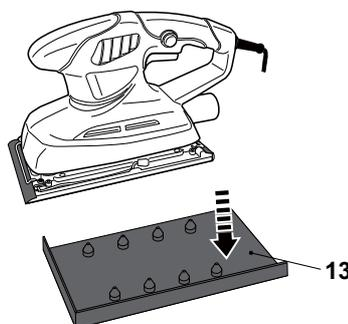

Fig. 8
- > Enfoncez le produit sur le perforateur (13) (Fig. 8).